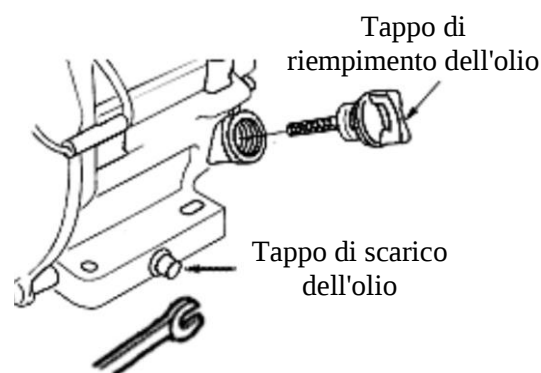

Fig. 12
- Rimuovere sia il tappo di riempimento dell'olio (8) sia il tappo di scarico dell'olio, quindi scaricare completamente l'olio esausto in un contenitore. Vedere la Fig. 12.